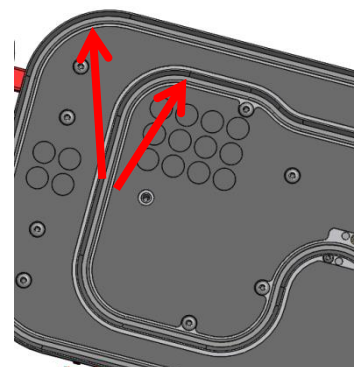

Abbildung: 24
- Wenn sich der Vacuümlifter nicht auf der Transportkarre befindet, muss er auf Holzbalken gelegt werden. Legen Sie zwei Holzbalken unter die Saugplatte. Achten Sie darauf, dass die Balken nicht die schmalen Dichtungsgummis berühren (siehe Abbildung 24).